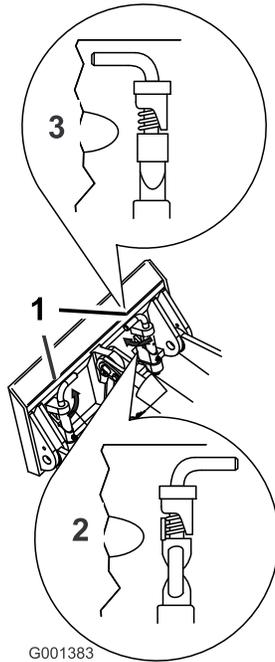

Figura 6
7. Acople los pasadores de enganche rápido, asegurándose de que están correctamente introducidos hasta el fondo en la placa de montaje (Figura 6).